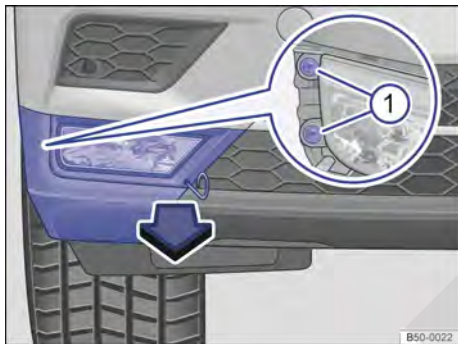

Fig. 214 En el lado derecho del paragolpes delantero: desmontaje del faro antiniebla.
2. Saque el gancho de alambre de las herramientas de a bordo y engánchelo en el orificio de la cubierta → **fig. 214**. Retire la cubierta tirando hacia delante, en el sentido de la flecha.
3. Desenrosque los tornillos de fijación → **fig. 214**  con el destornillador de las herramientas de a bordo → pág. 286.
10. Apriete los tornillos de fijación → **fig. 214**  con el destornillador.
11. Coloque la cubierta en el paragolpes → **fig. 214**.